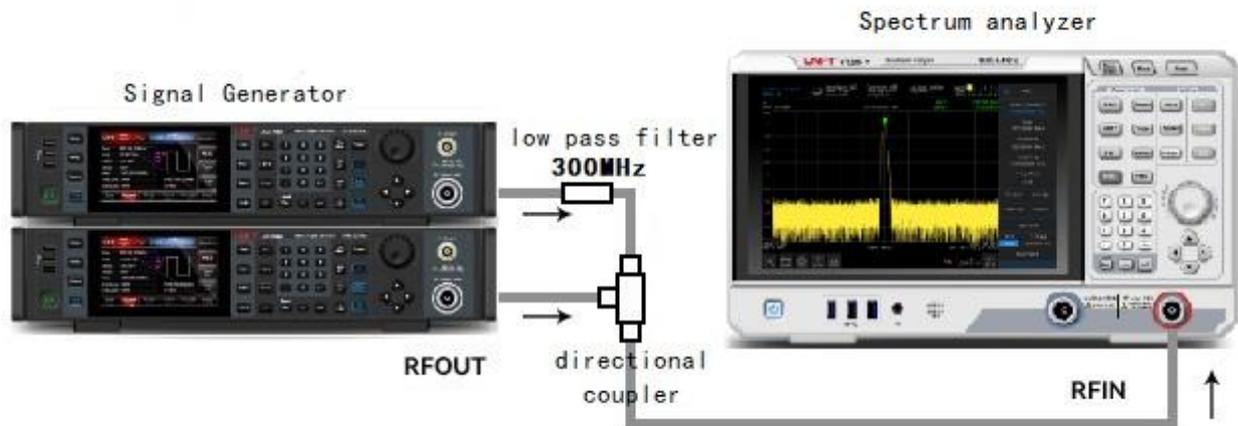

Abbildung 3-18 Geräteeinstellung des Intercept-Signals dritter Ordnung
1. Wie in Abbildung 3-18 gezeigt, schließen Sie ein Instrument an. Schließen Sie den Eingangsport des Spektrumanalysators über einen Tiefpassfilter und einen Richtkoppler. Der Ausgang des Richtkopplers ist eine Zweiton-Signalquelle mit geringer Intermodulationsverzerrung. Obwohl die Verzerrungsleistung mit dieser Verbindung besser ist als mit dem Spektrumanalysator, ist der TOI für die Messung der Signalquelle/Spektrumanalysator-Kombination dennoch nützlich. Nachdem die TOI-Leistung der Kombination aus Signalquelle und Spektrumanalysator ermittelt wurde kalibriert ist, wird das zu testendes Gerät (z.B. ein Verstärker) zwischen den Ausgang des Richtkopplers und den Eingang des Spektrumanalysators geschaltet.